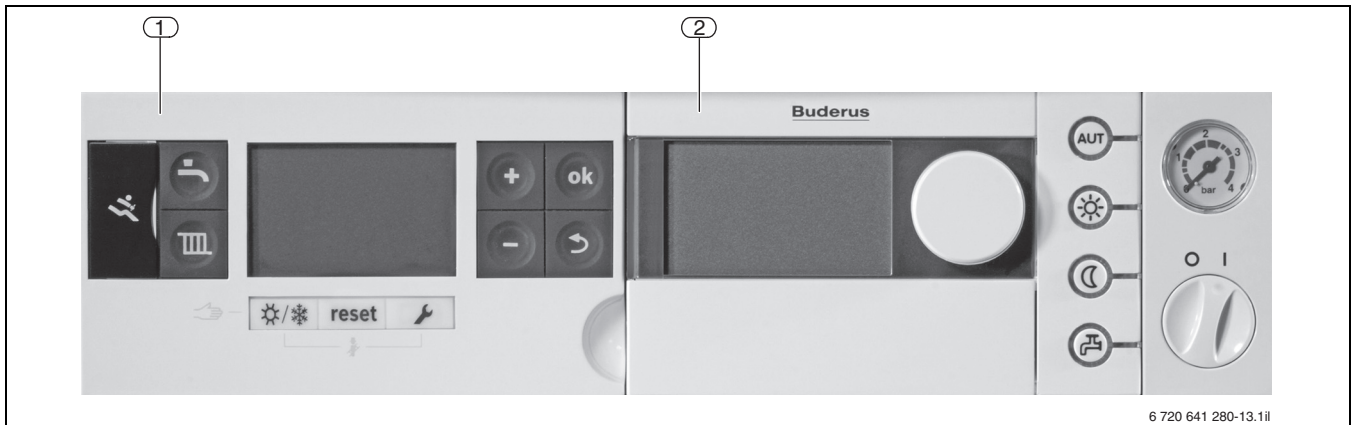

Fig. 48 Dispositivo di controllo base Logamatic BC25 con unità di servizio RC35 agganciata
Il dispositivo di controllo di base Logamatic BC25 (→ fig. 48, pos. 1) è l'unità di principale dell'sistema integrato ad alta efficienza a gas GBH172 con il sistema di regolazione Logamatic EMS. Il Logamatic BC25 possiede tutte le caratteristiche necessarie per poter effettuare le impostazioni di base dell'impianto di riscaldamento.